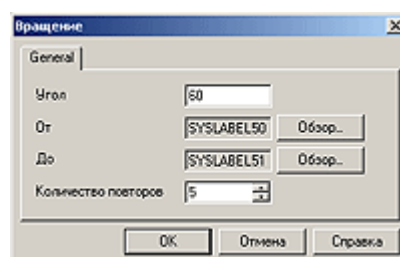

Рис. 7
4. Количество повторов - число, определяющее сколько раз, будет произведено вращение исходной обработки с углом 60° , в данном случае 5 раз, т.к. одна сторона уже обработана (рис.7).